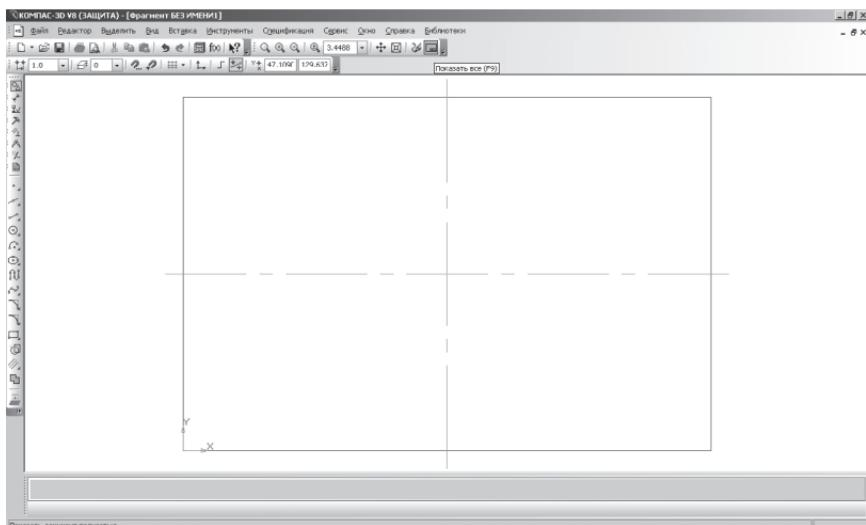

Рис. 30. Отображение всего документа в окне
7. – **Показать все** – редактируемый документ полностью отобразится в окне (рис. 30).